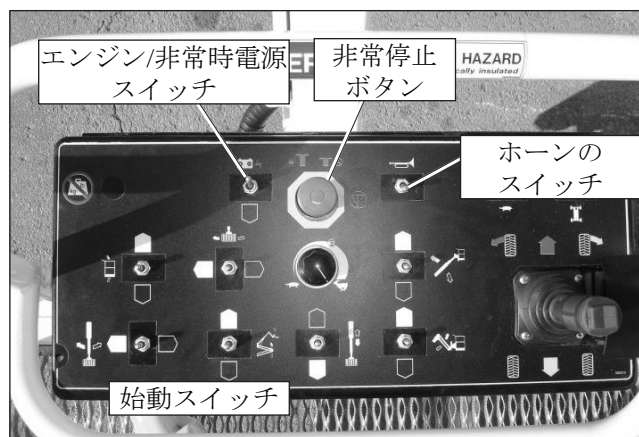

図 7.14 - 上部操作盤
3. 上部操作盤で、非常停止ボタンを引き出します（図 7.14 を参照）。
3. 上部操作盤で (図 7.14 を参照)、非常停止ボタンを引き出し、始動スイッチをオン位置にします。
本機にはオプションのホーンが付いている場合があります。ホーンスイッチ (図 7.14 を参照) を操作し、警告音が鳴ることを確認します。